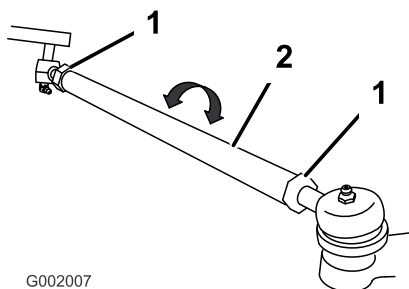

Figura 61
5. Si la distancia no está en el intervalo especificado, afloje las contratuercas en ambos extremos de las bielas (Figura 61).